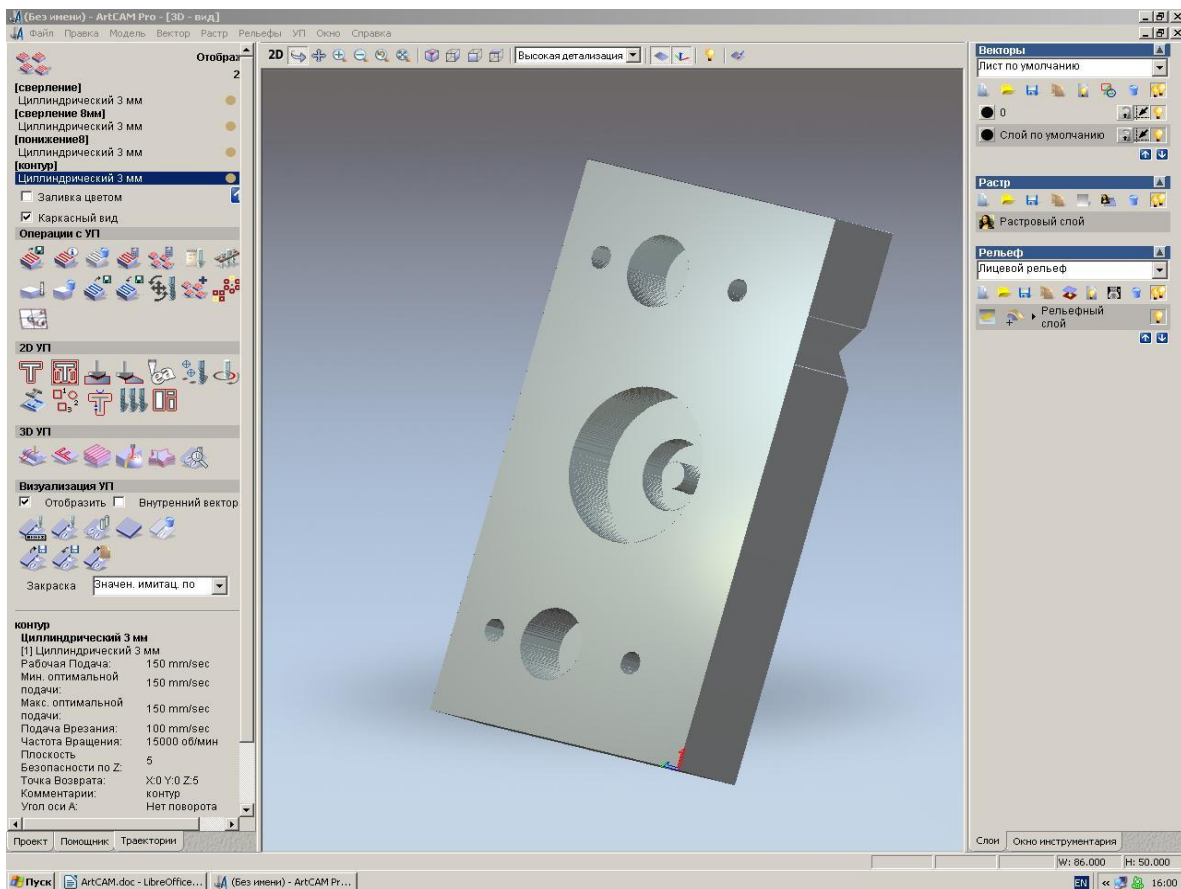

Рисунок 19.
7) присматриваем визуализацию УП, рисунок 19.